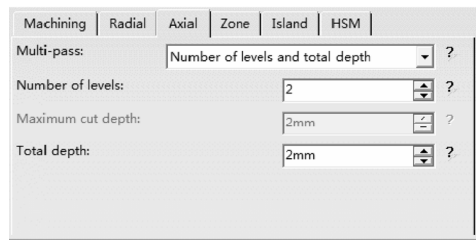

图 2-96 “Axial” 选项卡（3）
1) “Axial”选项卡(3)如图 2-96 所示。“Multi-pass”选项用于设置多层切削。相关参数如下: